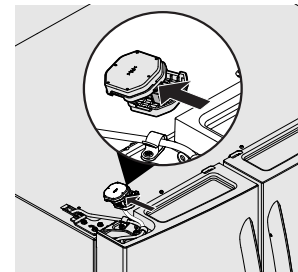

Figure 2
2. Débranchez le faisceau électrique reliant la porte au couvercle de la charnière. Figure 2.